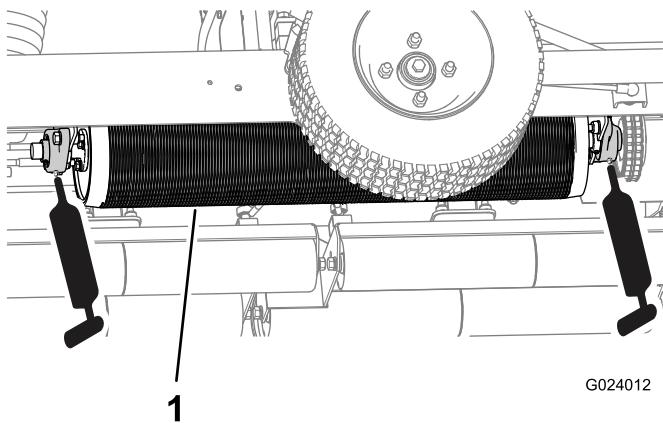
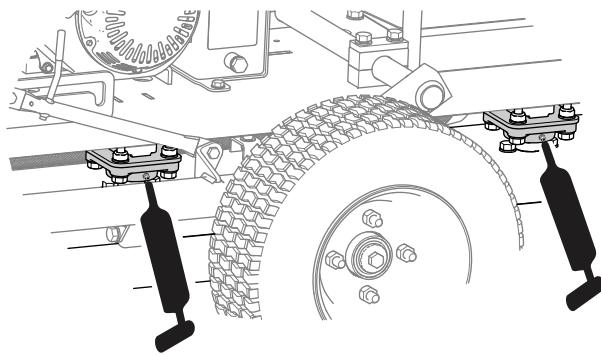

Figura 10
Figura 11
2. Pompatte il grasso nelle diverse parti come mostrato in Figura 10 e Figura 11.